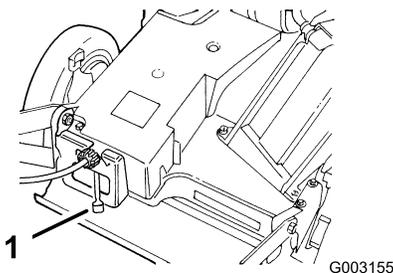

Figure 15
4. Placez la commande de vitesse de déplacement en position point mort (N) (Figure 15).